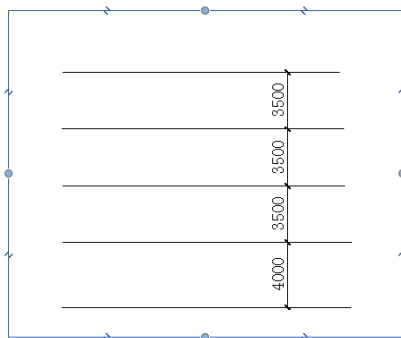

图2-45 创建效果
- 12 重复上述操作，继续创建标高，效果如图2-45所示。